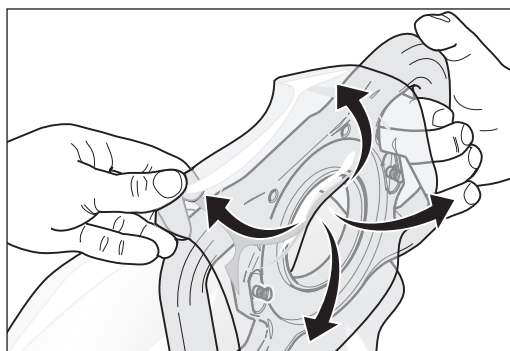

Bild 20 Sätt på soppåsen.
- 9 Sätt på soppåsen bakifrån över tömningsanordningen (bild 20).